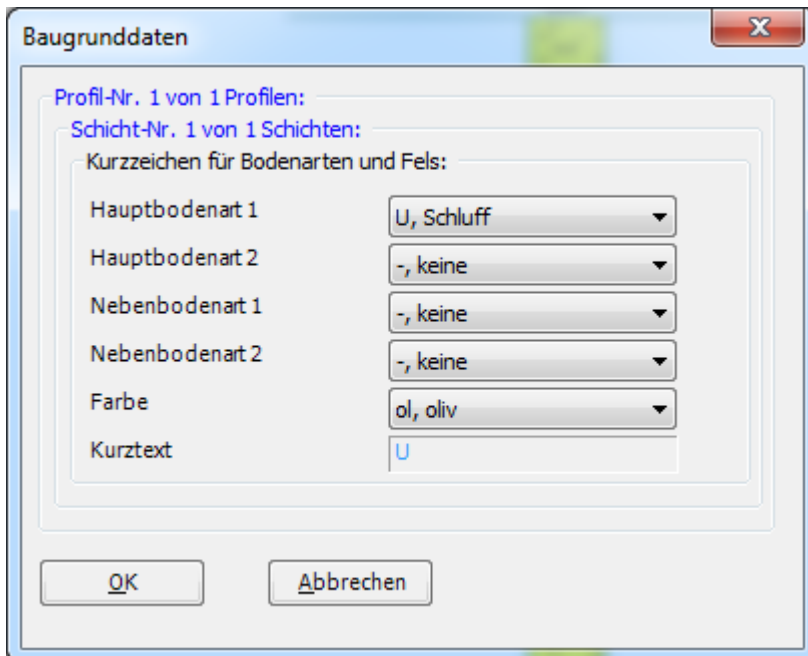

Bild 3.14 Dialoggruppenfeld "Kurzzeichen für Bodenarten und Fels"
- Doppelklicken Sie auf Kurzzeichen der Schicht. Das entsprechende Dialogfeld (Bild 3.14) erscheint, um die geotechnischen Daten der Schicht zu modifizieren
- Wählen Sie "U, Schluff" als die Bodenart im Kombinationsfeld "Hauptbodenart 1" im Dialoggruppenfeld "Kurzzeichen für Bodenarten und Fels" im Bild 3.14. Die Farbe des Bohrprofils nach DIN 4023 wird automatisch erstellt. Man kann nach Wunsch die Farbe ändern. Auch wird ein kurzer Text "U" automatisch für Schluff erstellt